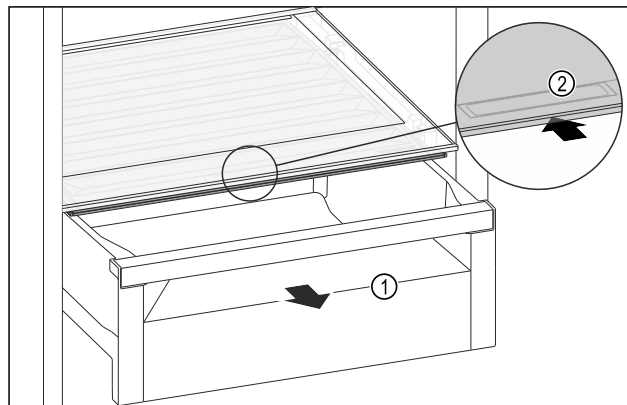

Fig. 146
- Изтеглете чекмеджето Fig. 146 (1).
- Хванете вдлъбнатия захват Fig. 146 (2) на капака на отделението и едновременно с това избутайте назад капака на отделението.